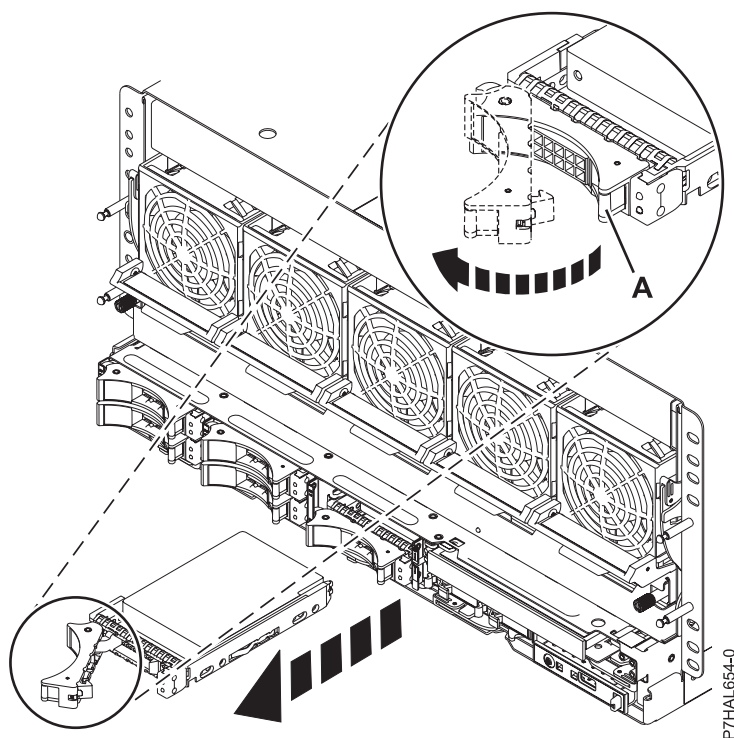

Figura 28. Extracció d'una unitat de disc del sistema
1. Al sistema, desbloquegeu la nansa de la unitat estrenyent-la i estirant-ne en la vostra direcció, com es mostra la Figura 28.